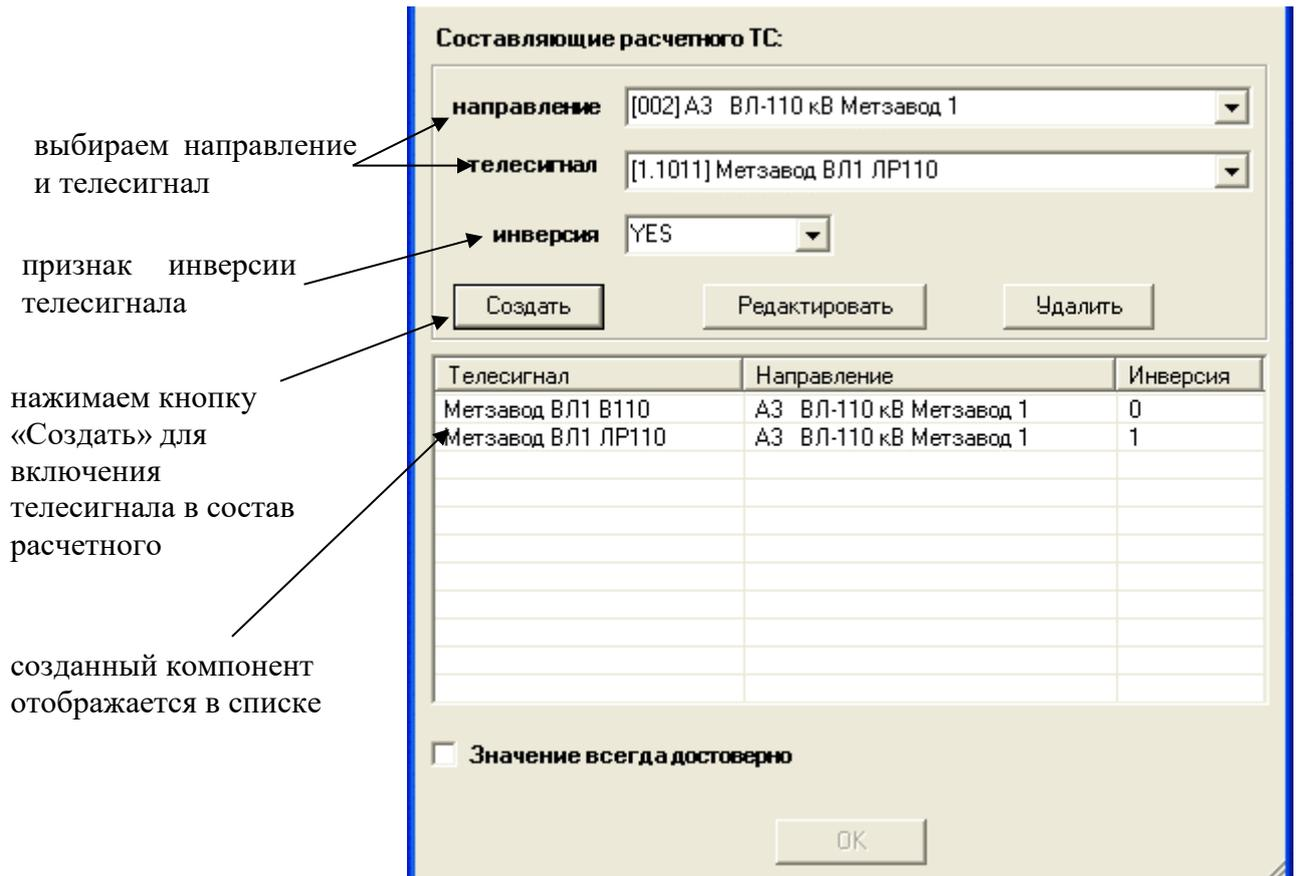

Рисунок 59. Добавление составляющих расчетного ТС
- 4) Для задания телесигнала, входящего в состав расчетного ТС выберите направление из списка направлений в группе «Составляющие расчетного ТС, далее выберите телесигнал из списка телесигналов для данного направления. Если предполагается, что в состав расчетного ТС будет входить инвертированное значение телесигнала, выберите значение «YES» из выпадающего списка «инверсия». Нажмите кнопку «Создать». В списке составляющих расчетного ТС отобразится созданный компонент (см. рисунок 59). Повторите указанную процедуру для задания остальных составляющих расчетного ТС.